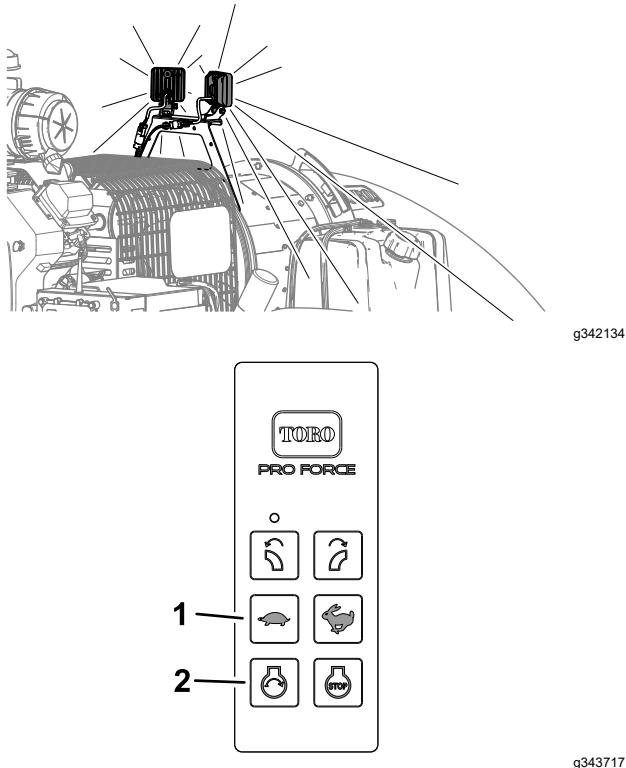

Figura 23
- Para ENCENDER o APAGAR la luz, pulse los botones del control remoto (Figura 23) en la secuencia siguiente: